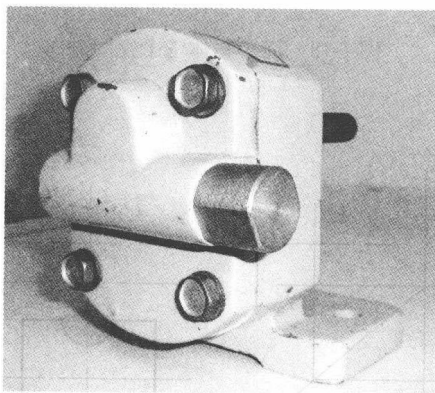

图 1-20 齿轮油泵三维效果图
(1) 齿轮油泵三维效果图 如图 1-20 所示, 三维效果图主要用于产品销售过程中的形、色宣传及产品的性能和外观宣传。